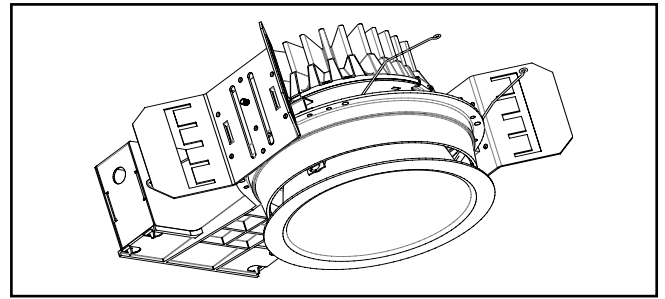

Figura 9
10. Instale el motor del luminario LED y el conjunto de la moldura insertando los resortes de torsión en los receptores ubicados dentro de la carcasa (Figura 9.).